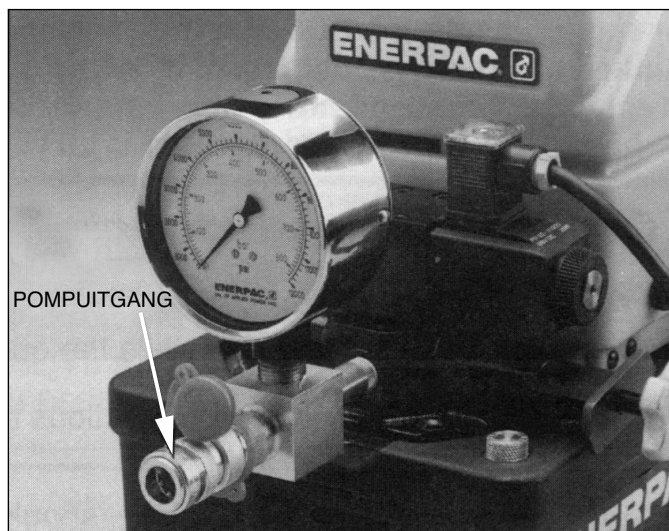

Afb. 1 - Ontlastklep
4. Borgmoer losdraaien en de ontlastklep (naar links draaien) terugbrengen om een onbedoelde opbouw van druk te voorkomen. Er zijn geen gereedschappen nodig om de ontlastklep bij te stellen. Zie afb. 1.